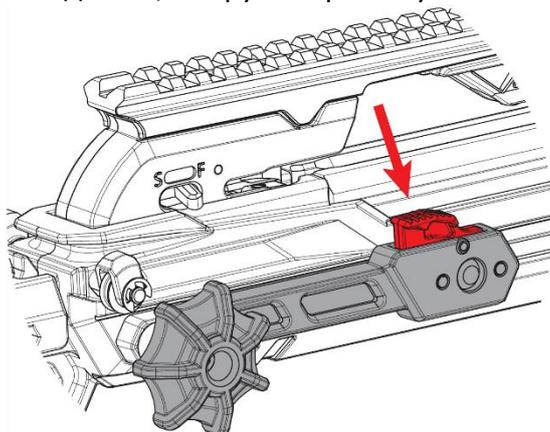
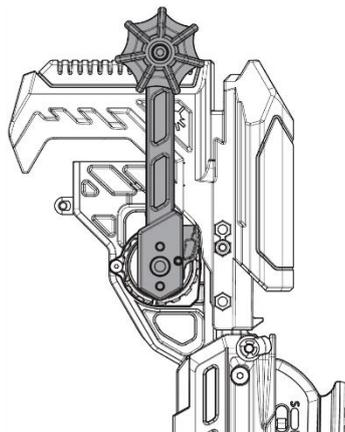

Рис.12
Рис.13
7. Нажав на кнопку снимите ручку лебедки с корпуса арбалета (Рис.12), и установите в механизм лебедки (Рис.13). Убедитесь, что ручка прочно установлена в механизме!